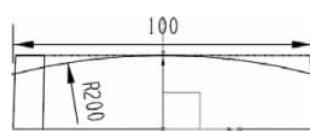

图 3-29 绘制截面(二)
- (5) 以 ZOX 平面为草绘平面, X 轴为水平参考, 绘制一条圆弧 R200mm, 如图 3-29 所示。